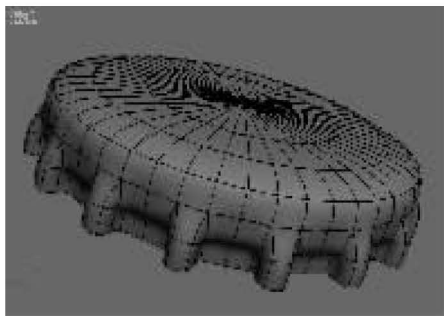

图 7-88 最终效果
(16)在修改器列表中加入“网格平滑”修改器,设置“迭代次数”为 2,此时模型变得十分光滑,至此啤酒瓶盖模型制作完毕,最终效果如图 7-88 所示。